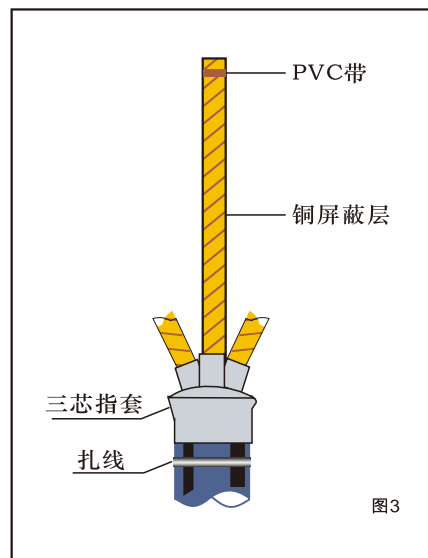

图3
1.3 (图3) 安装冷缩三指套: 将冷缩三指套装入电缆的三叉根部, 对其大端口下的外护套表面清洁后包贴一层填充胶, 并夹包住地线, 以防水汽沿接地线空隙渗入? 逆时针将塑料支撑条抽出, 先收缩颈部, 使三指套收缩并包住填充胶? 然后按同样方法分别收缩三芯, 用PVC胶带对其大端口进行包封?